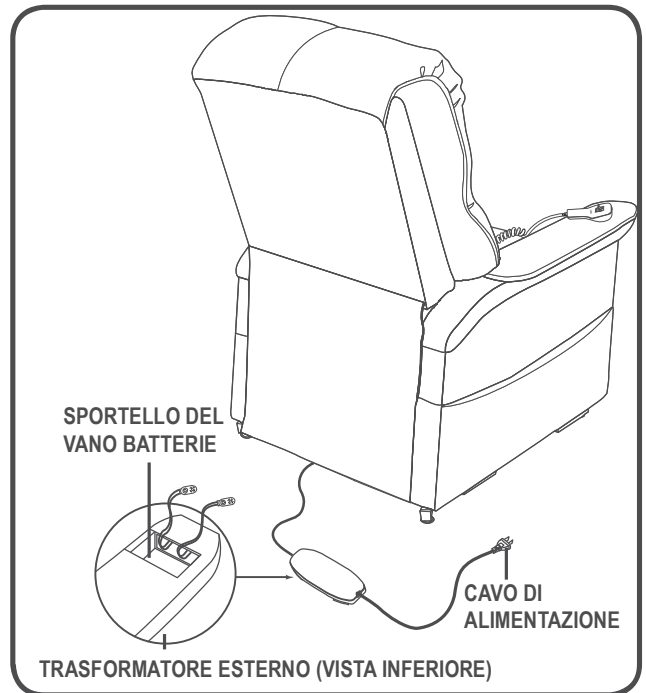

Figure 4.2 Ubicazione delle batterie di back-up della poltrona elevabile
3. Installare due batterie da 9V nel trasformatore esterno (**Fig. 4.2**).